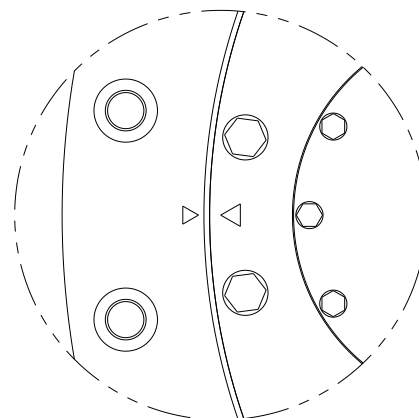

图 5-24
- ✓ 顶盖与法兰上的红色标记要对准，安装顶盖前小心擦拭密封面（图 5-24）。